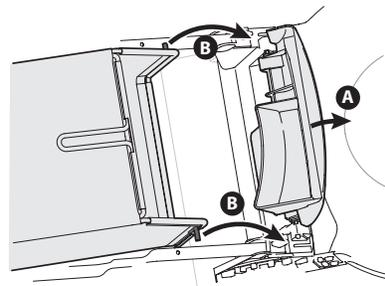

Figure 2-9
- Suivez les étapes ci-dessous pour installer le sac à herbe sur la tondeuse. Voir Figure 2-9.